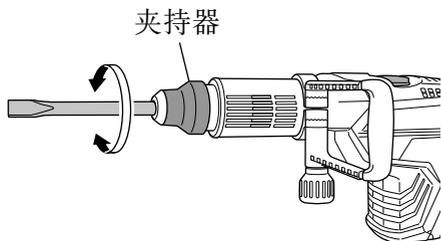

图 3
(2) 如图 3 所示，转动夹持器或工具并将工具固定在所需的作业方向。